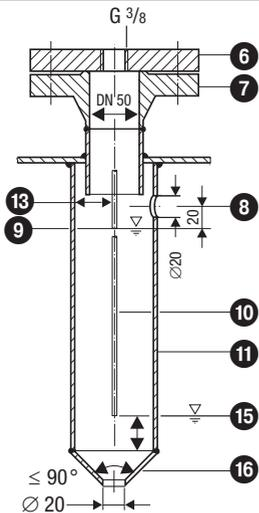

Fig. 5 Tube de protection (à fournir) pour montage à l'intérieur
Fig. 5 - 8. En cas de montage à l'intérieur de l'électrode de niveau pour la limitation du niveau d'eau, celle-ci doit être à au moins 40 mm par rapport à l'orifice d'équilibrage supérieur.
- Le chemin de fuite électrique entre l'électrode et la masse (bride, paroi de la bouteille) ne doit pas être inférieur à 14 mm ! **Fig. 5 - 8**